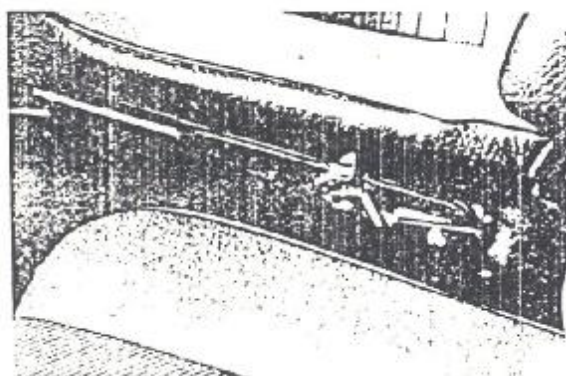

Figura 7.11.2 - Cabos removidos
3. Remover as contraporcas e porcas de ajuste dos cabos e remover os cabos, da alavanca (Figura 7.11.2).